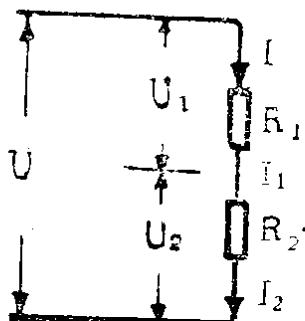

图 1-4 电阻串联电路
1. 串联电路 串联电路见图1-4。把两个或两个以上的负载(电阻)首尾逐个连接起来的电路，称串联电路。它的特点：